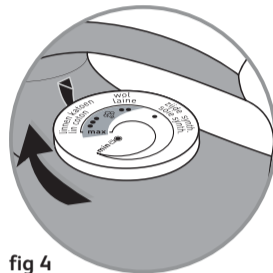

fig 4
- Sélectionnez la température (voir tableau ci-dessous ou talon du fer) en positionnant le thermostat en face du repère (fig.4).